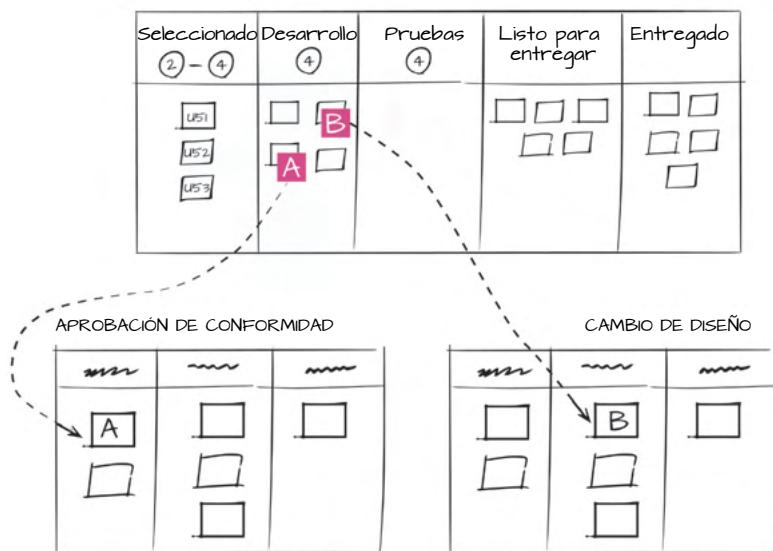

Figure 18 Ejemplo de crecimiento en profundidad
*Crecimiento en profundidad* Una profunda implementación de Kanban necesita no solo un entendimiento más en profundidad sino una entrada en profundidad en el conjunto global de servicios que necesita la organización para entregar valor. La expansión en profundidad conecta múltiples servicios al mismo nivel a partir de bucles de realimentación (cadencias) que equilibran la capacidad entre los servicios. La Fig 18 muestra cómo los elementos bloqueados en